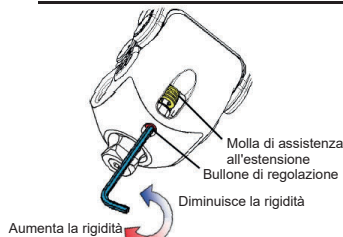

Fig. 10 Come regolare la molla di assistenza all'estensione
- Regolare il bullone di regolazione mostrato nella Fig. 10 con una chiave esagonale da 2,5 mm.